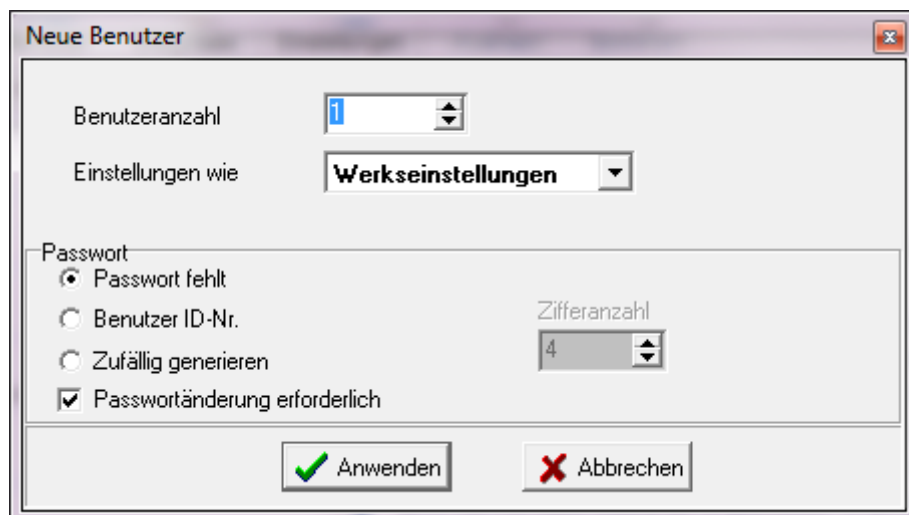

Abb. 25. Hinzufügung neuer Benutzer.
2. Klicken Sie auf das Icon BENUTZER HINZUFÜGEN. Es öffnet sich das Fenster NEUE BENUTZER (siehe: Abb. 25).
7. Nach Definierung aller Einstellungen der Gruppe können Sie ihr Benutzer zuordnen. Vorher erstellte Benutzer können Sie der Gruppe mit „drag and drop“ zuordnen. Neu erstellte Benutzer werden der gewählten Gruppe zugeordnet, wenn im Fenster NEUE BENUTZER im Eingabefeld EINSTELLUNGEN WIE gerade diese Gruppe gewählt wird (siehe: HINZUFÜGUNG EINES NEUEN BENUTZERS ÜBER DAS PROGRAMM ACCO-SOFT-LT und Abb. 25).